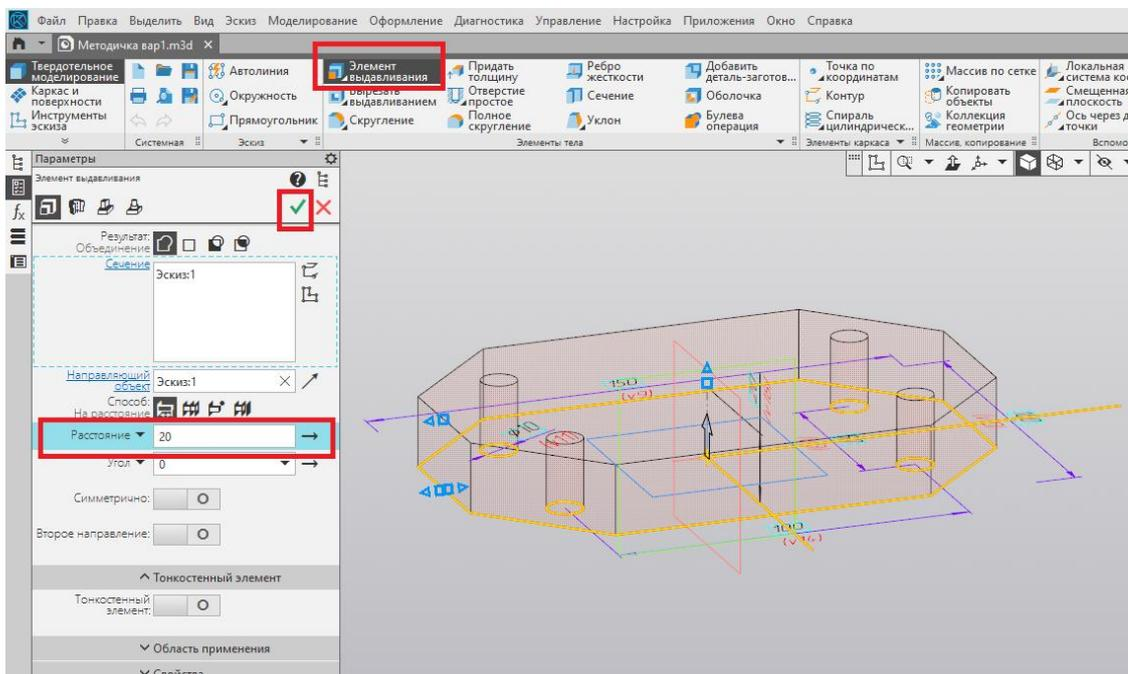

Рис. 13
10. Выдавливаем контур основания на высоту 20 мм при помощи команды «Элемент выдавливания». Завершаем выполнение команды нажатием на зелёную галочку (рис. 13).